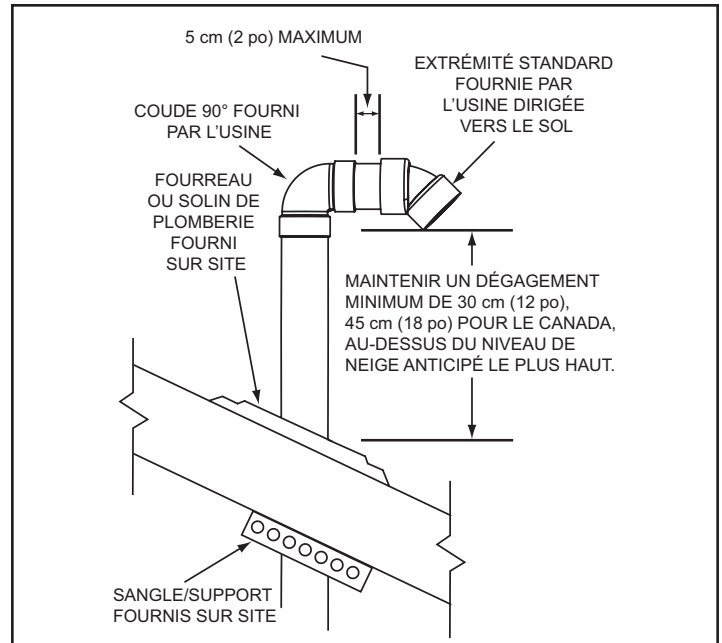
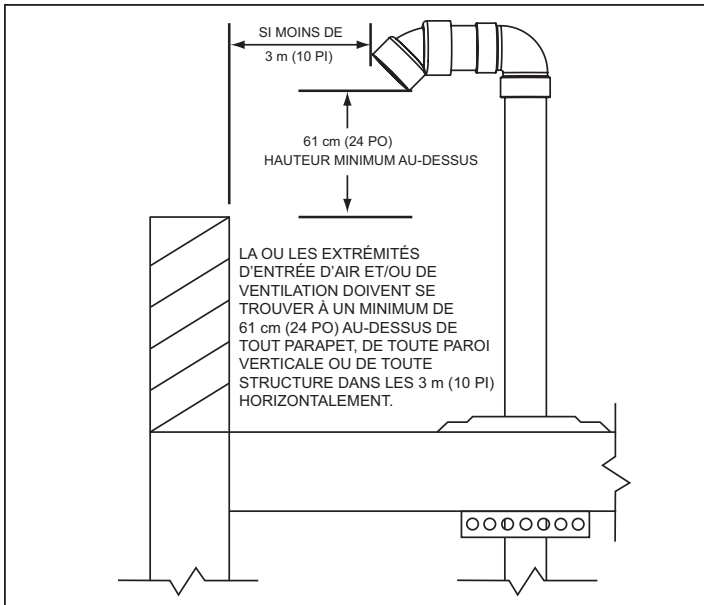
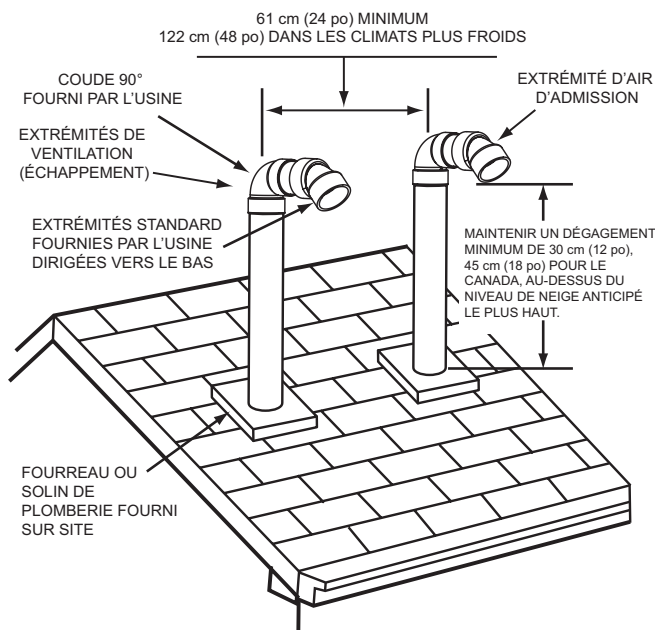

Figure 19. Installation à extrémité(s) verticale(s)
Figure 20. Extrémité(s) verticale(s) - Dégagement sur toit plat
Figure 21. Extrémité verticale - Ventouse
2. Pour installer uniquement la tuyauterie d'évacuation (gaz de combustion) dans une configuration à dispositif d'évacuation mécanique vertical à travers le toit, s'assurer que tous les dégagements verticaux extérieurs prescrits, illustrés à la *Figure 19* et la *Figure 20* (page 26), sont bien respectés. Ces dégagements et ceux cités par les codes locaux et nationaux doivent être maintenus.
Remarque : Pour les installations sur toits-terrasses, la bouche d'évacuation doit être d'un minimum de 60 cm (24 po) au-dessus de tout parapet, tout mur vertical ou toute structure se trouvant à moins de 3 m (10 pi) horizontalement. Voir *Figure 20* (page 26).
3. Pour installer la tuyauterie d'admission d'air et d'évacuation dans une configuration à ventouse verticale à travers le toit, s'assurer que tous les dégagements verticaux extérieurs prescrits, illustrés à la *Figure 20* (page 26) et la *Figure 21* (page 26), sont bien respectés. Ces dégagements et ceux cités par les codes locaux et nationaux doivent être maintenus.
Remarque : Pour les installations sur toits-terrasses, les bouches d'évacuation et d'admission d'air doivent être d'un minimum de 60 cm (24 po) au-dessus de tout parapet, tout mur vertical ou toute structure à moins de 3 m (10 pi) horizontalement. Voir *Figure 20* (page 26).
La bouche d'évacuation doit être orientée vers le bas comme illustré à la *Figure 19* et la *Figure 20* (page 26).
Le bord inférieur de la bouche d'évacuation doit être d'un minimum de 30 cm (12 po), 45 cm (18 po) au Canada, au-dessus du niveau moyen ou attendu de la neige comme illustré à la *Figure 19*.
Les tuyaux d'admission d'air et d'évacuation doivent pénétrer le même côté du toit comme illustré à la *Figure 21* (page 26).
Les bouches d'admission d'air et d'évacuation doivent être orientées vers le bas et dans le même sens comme illustré à la *Figure 21* (page 26).
Les bouches d'admission d'air et d'évacuation doivent avoir une séparation minimale de 61 cm (24 po) mesurée entre leurs axes médians comme illustré à la *Figure 21* (page 26). Dans les climats plus froids, cette séparation doit être augmentée jusqu'à au moins 122 cm (48 po).
Le bord inférieur des bouches d'admission d'air et d'évacuation doit être d'un minimum de 30 cm (12 po), 45 cm (18 po) au Canada, au-dessus du niveau moyen ou attendu de la neige comme illustré à la *Figure 19* ci-dessous et la *Figure 21* (page 26).
La distance entre les bouches d'évacuation et d'admission d'air les plus proches doit être d'un minimum de 61 cm (24 po) comme illustré à la *Figure 21* (page 26). Dans les climats plus froids, cette séparation doit être augmentée jusqu'à au moins 122 cm (48 po).
8. Suspendre le ou les tuyaux par le centre du trou à l'aide d'un cerclage en métal ou de matériaux de support équivalents comme à la *Figure 19*.
9. Enfiler un fourreau de toit ou un solin équivalent sur le tuyau et sécuriser le fourreau ou le solin équivalent au toit (voir *Figure 19*) et sceller autour du solin.
10. Poser la ou les bouches d'admission d'air et/ou d'évacuation fournies par le fabricant à l'aide de tuyau (non fourni) et d'un coude à 90° (non fourni) comme illustré à la *Figure 19*. La section courte du tuyau qui raccorde le coude à 90° (non fourni) et la bouche fournie par l'usine ne doit pas être de longueur excessive. La portion exposée de ce tuyau sera inférieure à 5 cm (2 po). Voir *Figure 19*.